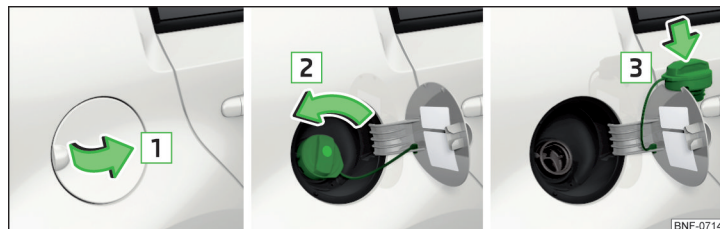

Bild 133 Fälla upp tankluckan/skruva ur tanklocket/sätta fast tanklocket på tankluckan
- Fäll upp tankluckan i pilens riktning  » bild 133.